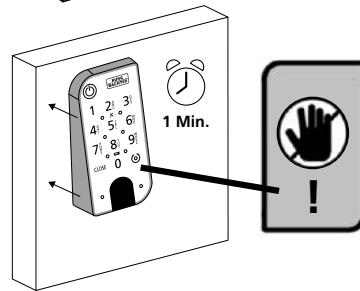

Afb. 8
- ③ Plak het toetsenblok op de gewenste positie op de wand (Afb. 8).